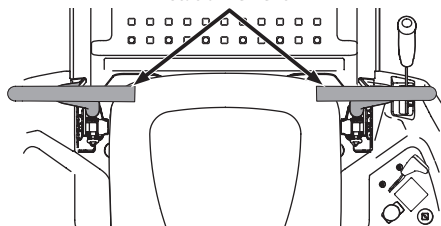

Figure 21
1. L'opérateur doit être assis sur le siège du tracteur avec les leviers de contrôle de la barre abdominale complètement sortie et en position de stationnement. Consultez la Figure 21. Reportez-vous à la rubrique Consignes de sécurité pour obtenir de plus amples directives.